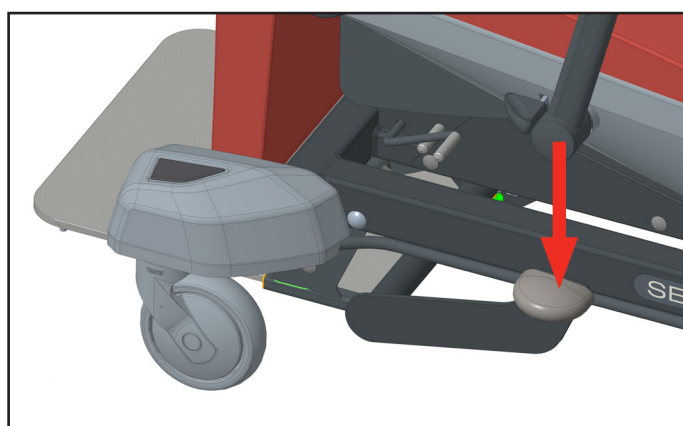

Fig. 13 Sollevamento
- ▶ Portare la poltrona nella posizione desiderata **premendo ripetutamente il pedale** (vedere la Fig. 13). La piattaforma di supporto del materasso della poltrona si inclina prima di 25° in avanti, poi inizia a sollevarsi.